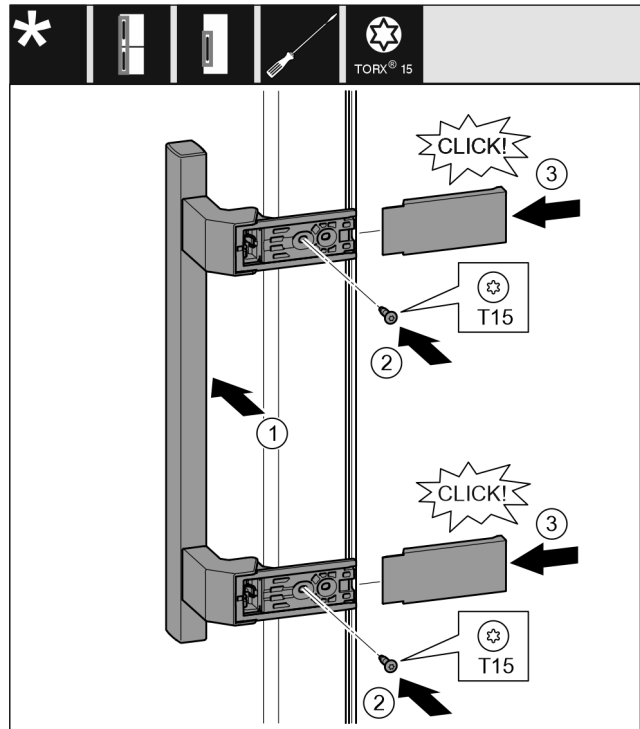

Fig. 14
- ▶ Sätt på handtaget på andra sidan. Fig. 14 (1)
- ▶ Dra åt skruvarna med skruvmejsel T15. Fig. 14 (2)
- ▶ Sätt in skydden från sidan och skjut på dem. Fig. 14 (3)